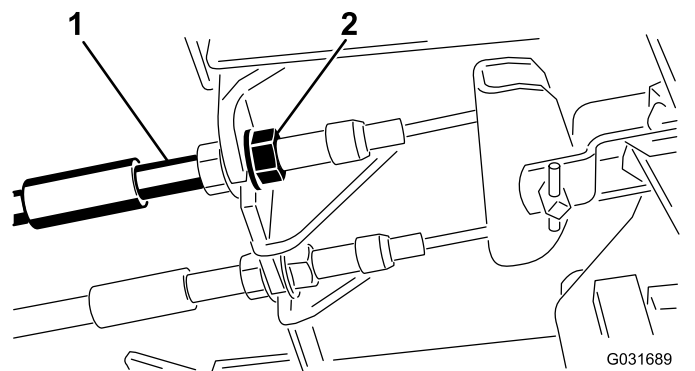

Bild 88
1. Ziehen Sie zum Reduzieren des Spiels der Bremspedale die Bremsen fester – lockern Sie dazu die vordere Mutter am Gewindeende des Bremszugs (Bild 88).